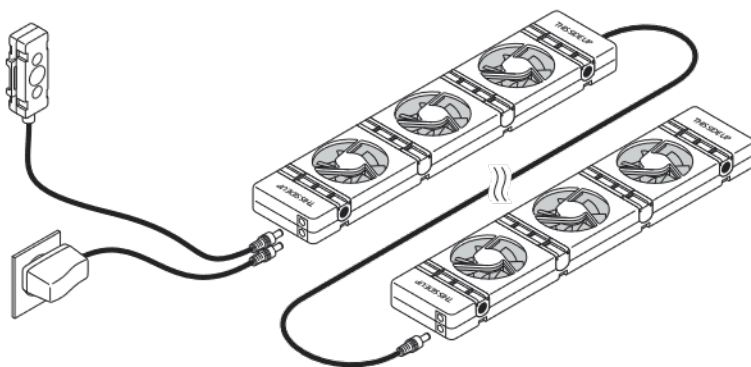

Fig. 4 - Connexion d'autres SpeedComfort (A).
6. Pour les radiateurs longs, connectez des appareils **SpeedComfort** supplémentaires (A) à l'aide du **câble de connexion (F)** de 30 cm de long (voir fig. 4). Plusieurs **SpeedComfort** (A) (jusqu'à 20) peuvent être connectés à un **adaptateur d'alimentation (D)**. Aucun **capteur de température (E)** supplémentaire n'est nécessaire. Le kit duo et le kit trio contiennent plusieurs appareils **SpeedComfort**.